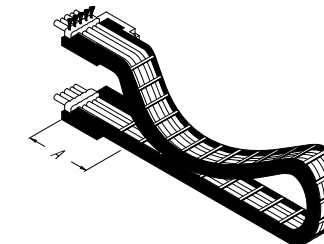

Fig. 2
- con catene portacavi lunghe, mobili solo sull'estremità del trascinateore (→ Fig. 2).